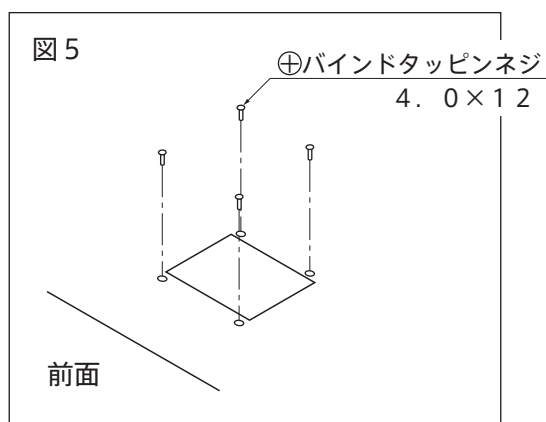

図6
- ・排気口にソフトテープを貼ります。(図6)
- ・さきほど外したネジ (⊕バインドタッピンネジ 4.0×12) にて、排気シャッターを取付けます。(図6)